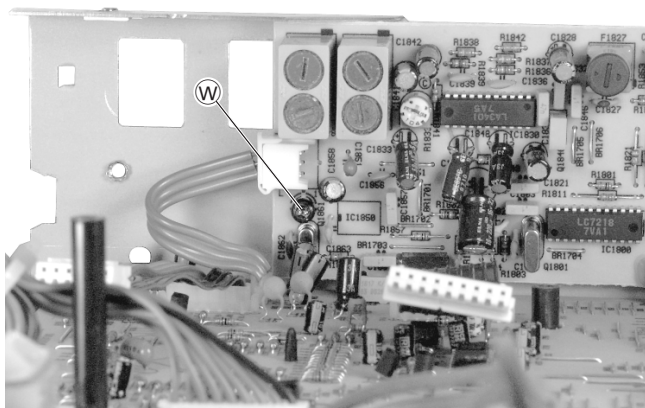

Fig. 12
- 2 Schrauben (W) (Fig. 12 und 13) auf der Tunerplatte herausschrauben.
- Undo 2 screws (W) on the Tuner Board (Fig. 12 and 13).